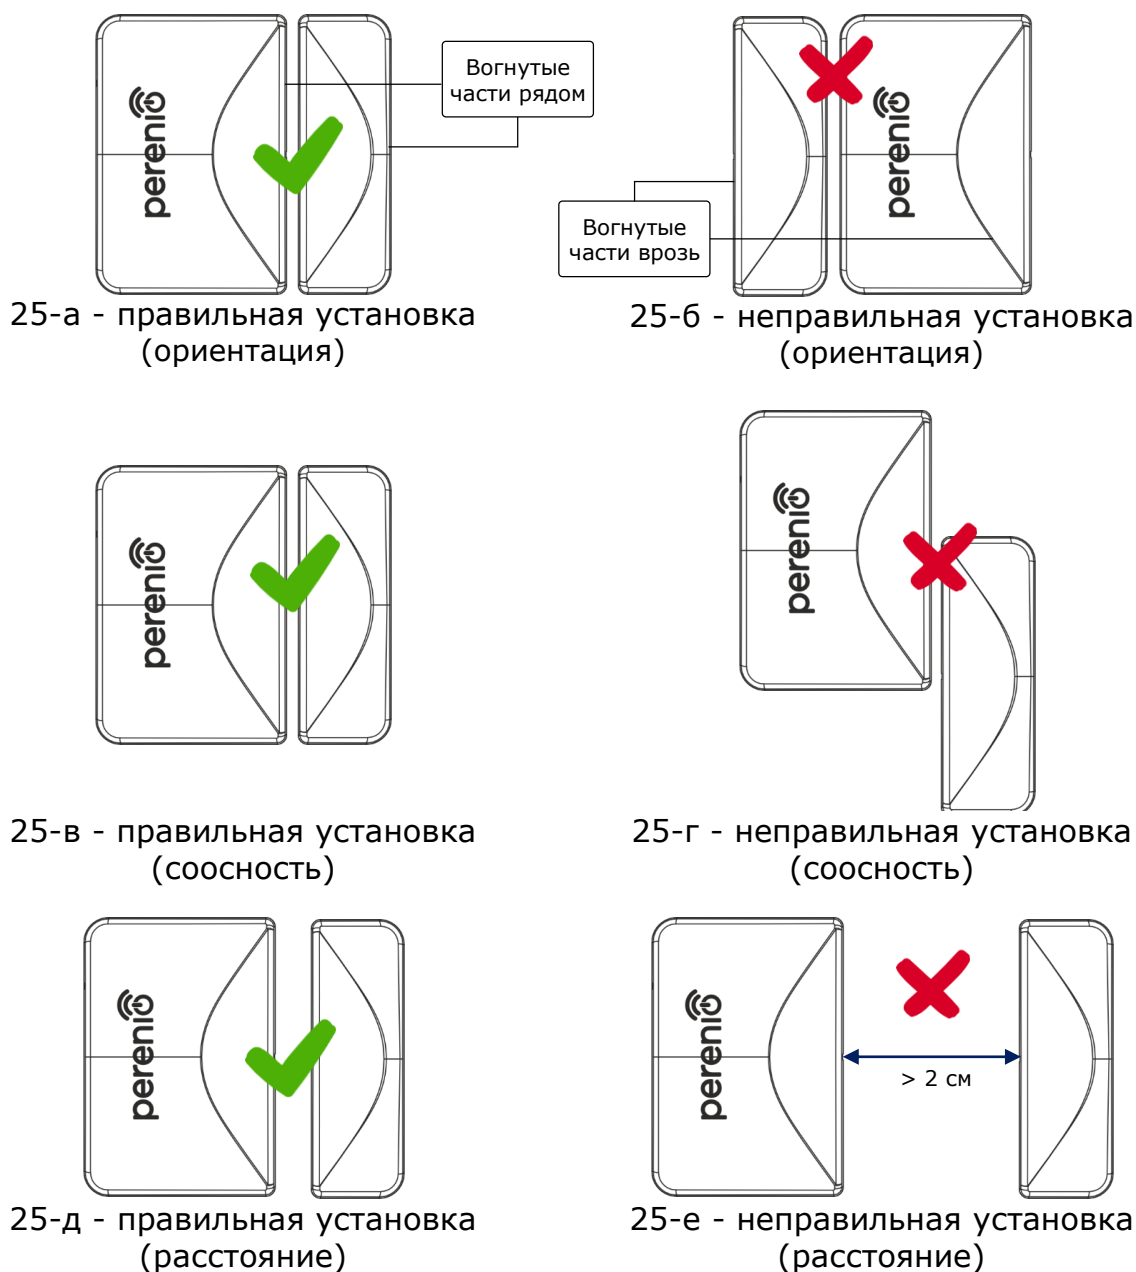

Рисунок 25 – Правила установки датчика и магнита
- а. приклеить ленту 3М на съемную крышку датчика и прикрепить ее на дверное полотно или оконную раму (см. рис. 25-а). Можно также смонтировать датчик на дюбель.
ВНИМАНИЕ! Устанавливать датчик и магнит требуется таким образом, чтобы вогнутые части их корпусов находились рядом (см. рис. 25–а ниже).